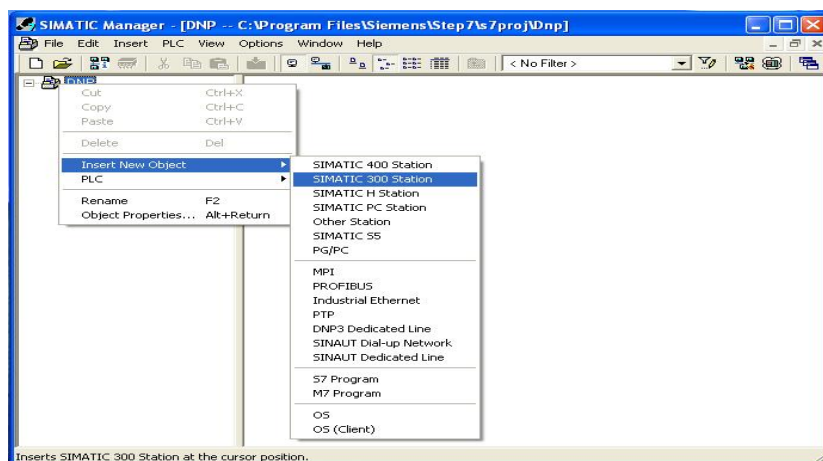

图 2、插入 SIMATIC 300 站
项目创建后，鼠标右键点击“ DNP ”，在弹出的菜单中选择“ Insert New Object” 下的“ SIMATIC 300 Station” 插入一个站名为 SIMATIC 300(1) 的 S7-300 站。如下图 2 所示：